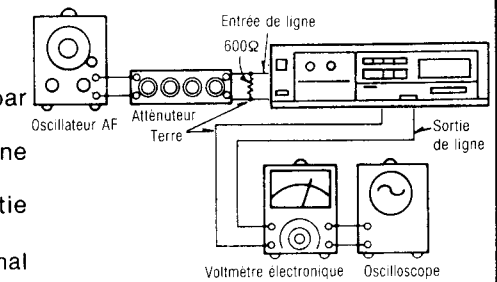

Fig. 15
1. Brancher les appareils comme indiqué dans la Fig. 15.
8. Recommencer à partir de la phase (2).
1. La connection de l'équipement d'essai est montré sur la Fig. 15.